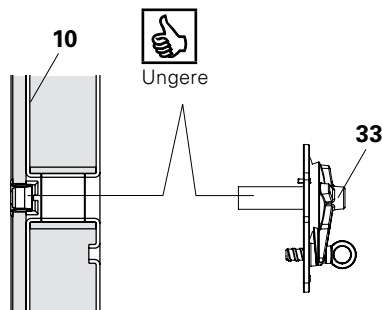

Fig. A6.04a
1. Lubrificare il foro del tirante nel telaio (10) e la boccola della piastra orientabile (33). (Fig. A6.04a)